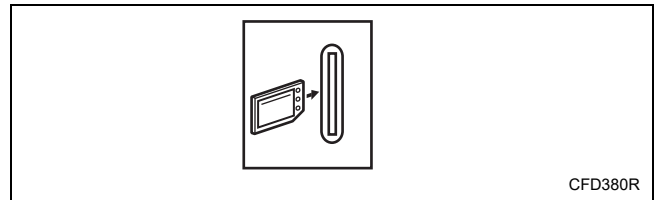

Figure 44
2. Insérer la carte SD dans la fente située à l'avant du panneau de commande. Se reporter à la *Figure 44*.